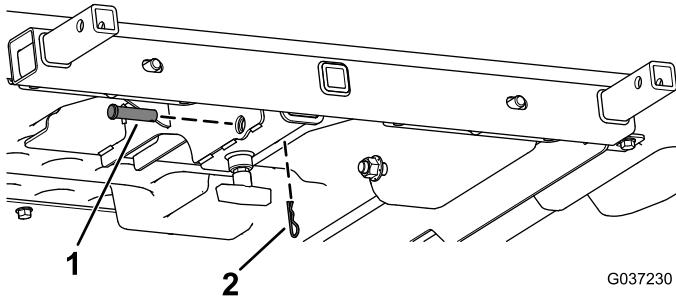

Рисунок 7
7. Прикрепите раму бака для мусора к трубе приемного устройства, используя шплинтуюмый штифт и шплинт (Рисунок 7).